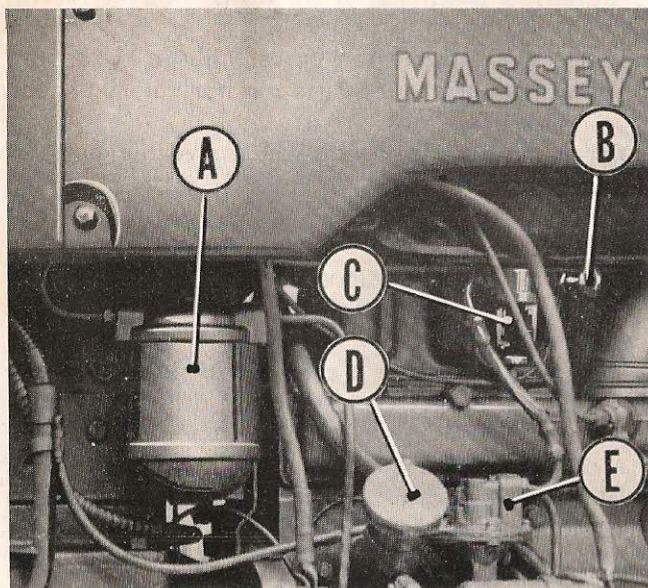

FIG. 20
- Remplacer l'élément du filtre à combustible (A fig. 20) après avoir dévissé la vis centrale sur la tête du filtre. En aucun cas l'élément usagé ne devra être utilisé de nouveau.